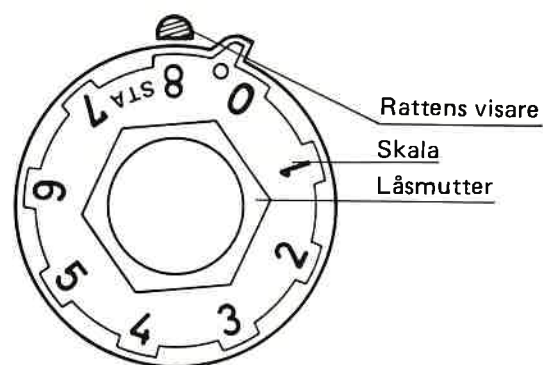

Fig. 1
1. Stäng ventilen helt (Fig. 1)